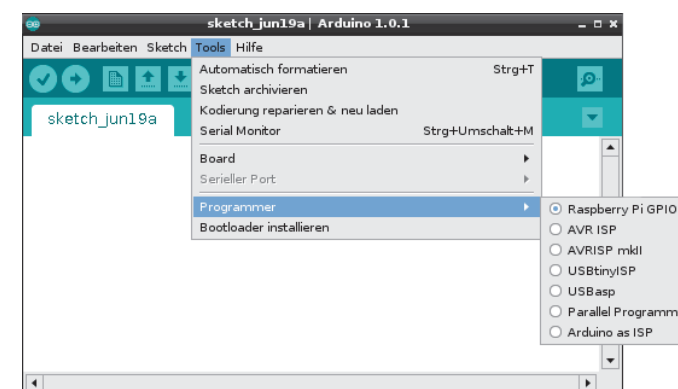

Abbildung 14.14 Wahl der Programmierschnittstelle
- ▶ Außerdem wählen Sie unter **TOOLS • PROGRAMMER** den Eintrag **RASPBERRY PI GPIO** als Programmierschnittstelle aus (siehe Abbildung 14.14).